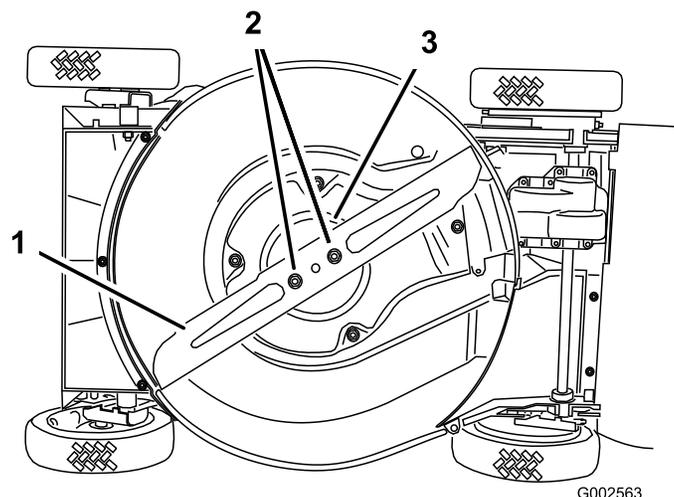

Bild 31
4. Kippen Sie den Rasenmäher auf die **rechte** Seite (Bild 31).
Fassen Sie das Ende des Messers mit einem dicken Handschuh an oder wickeln Sie einen Lappen um das Messer. Entfernen Sie die Messermutter, die Antiskalpierkuppe und das Messer (Bild 31).
5. Entfernen Sie die zwei Messermuttern, die Antiskalpierkuppe und das Messer (Bild 31).